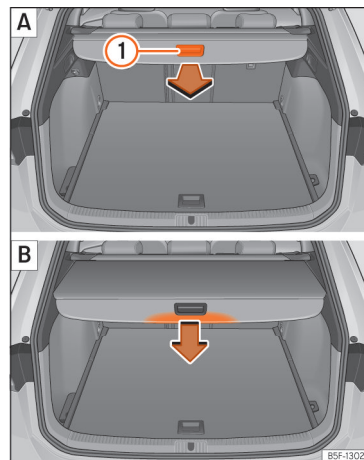

Fig. 184 Na bagageira: desenrolar e enrolar a chapeleira.
- Puxe uniformemente a chapeleira pela pega »» **Fig. 184** ① para trás e retire-a até ao limite até ouvir o som de encaixe.
- Pressione a pega da chapeleira no sentido da seta até desbloqueá-la »» **Fig. 184** B.